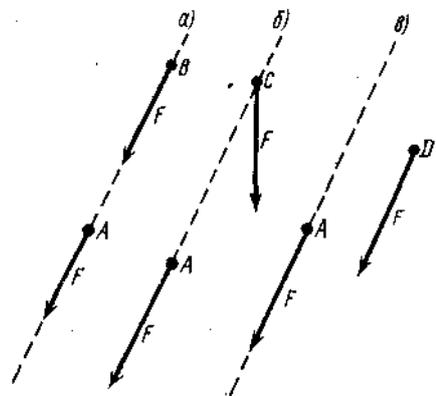

Рисунок 1
1. На рис. 1, б изображены две силы, линии действия которых лежат в одной плоскости. Можно ли найти их равнодействующую по правилу параллелограмма?